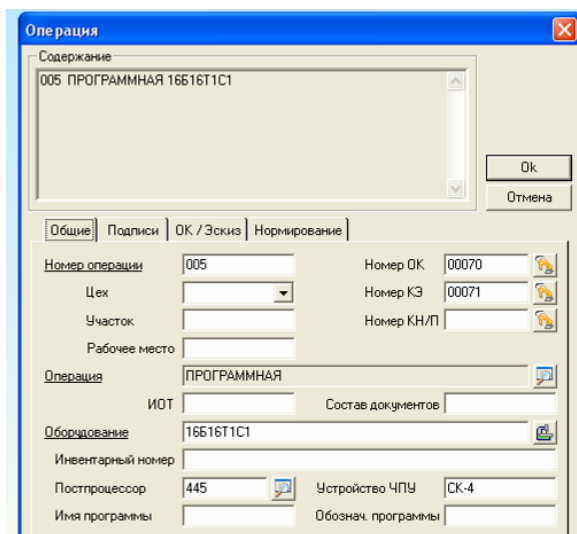
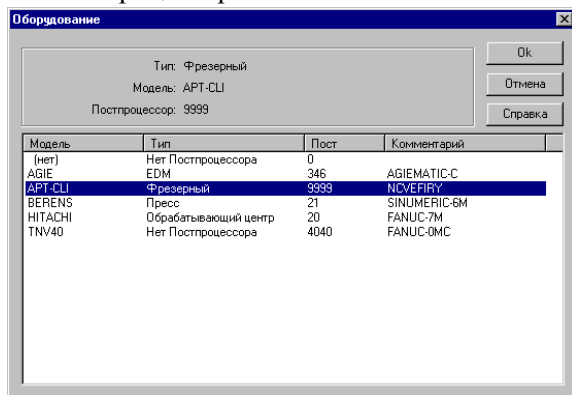

Рис. 10. Выбор оборудования
Рис. 11. Список оборудования
1. Нажмите кнопку «Станок»  в вкладке «Операция»(рис. 10). Появится диалог «Оборудование» (рис. 11).